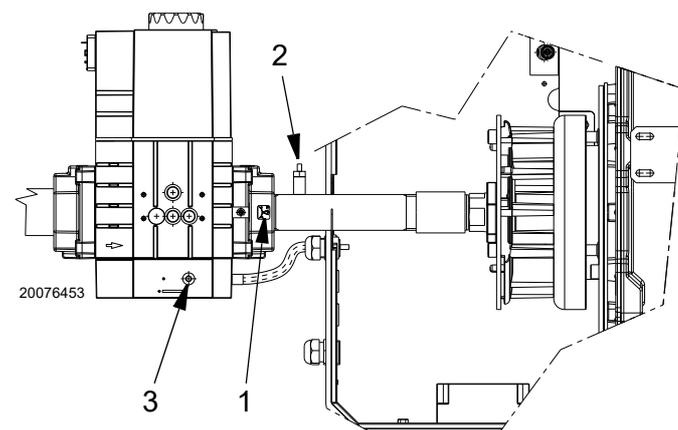

Fig. 7
* Visser en fermeture totale la vis 1)(Fig. 7), vers le repère « - », ensuite l'ouvrir vers le repère « + » selon les informations fournies dans Tab. F.
Légende (Fig. 7)